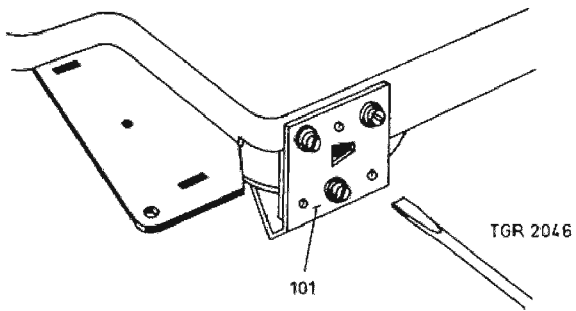

Fig. 3
Draai de drie schroeven los, waarmee de onderlagerbeugel, pos. 101 van het vliegwiel aan de montageplaat is bevestigd, zie fig. 3.
N.B. Bij bevestiging van de onderlagerbeugel, pos. 101 van het vliegwiel dient er op gelet te worden dat de snaargroef van het vliegwiel, pos. 100 en die van het speelwiel, pos. 96 op gelijke hoogte liggen. De hoogte van het vliegwiel is met een schroevendraaier in het driehoekige gat in de onderlagerbeugel in te stellen zoals aangegeven in fig. 3.
Draai de drie schroeven los, waarmee de onderlagerbeugel, pos. 101 van het vliegwiel aan de montageplaat is bevestigd. Zie fig. 3.
N.B. Bij montage dient er op gelet te worden dat het lipje van de speelwielbeugel in het haakje van de draadveer, pos. 95 valt.
Na bevestiging van de onderlagerbeugel, pos. 101 moet de snaargroef van het vliegwiel, pos. 100 en die van het speelwiel, pos. 96 op gelijke hoogte liggen. De hoogte van het vliegwiel is in te stellen met een schroevendraaier en het driehoekige gat in de onderlagerbeugel, zoals aangegeven in fig. 3.